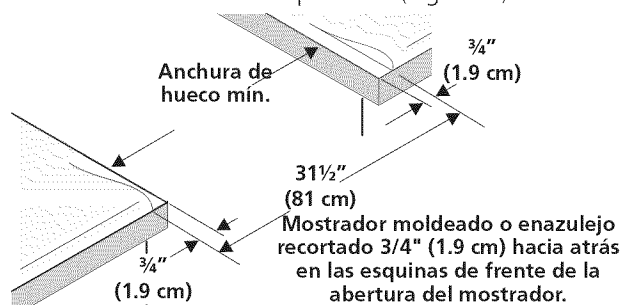

Figura 1
- **El reborde de frente de mostradores moldeados** deben tener bordes moldeados a $\frac{3}{4}"$ (1.9cm) a partir de cada extremidad de la apertura (Figura 1).
- **Los mostradores enazulejos** deberán necesitar un recorte de $\frac{3}{4}"$ (1.9 cm) a partir de cada extremidad y/o un borde redondeado aplanado (Figura 1).